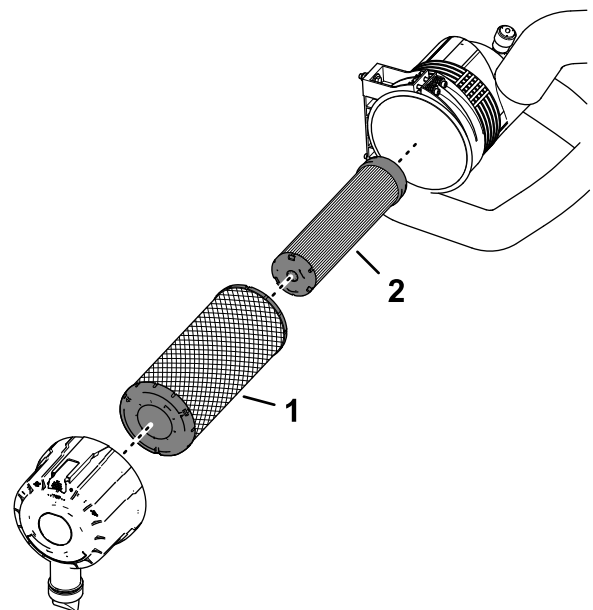

Figura 76
1. Compruebe el elemento del filtro de seguridad (Figura 76). Si está sucio, cámbielo.
Importante: No intente nunca limpiar el filtro de seguridad (Figura 76). Sustituya el filtro de seguridad por uno nuevo después de cada tres revisiones del filtro primario.